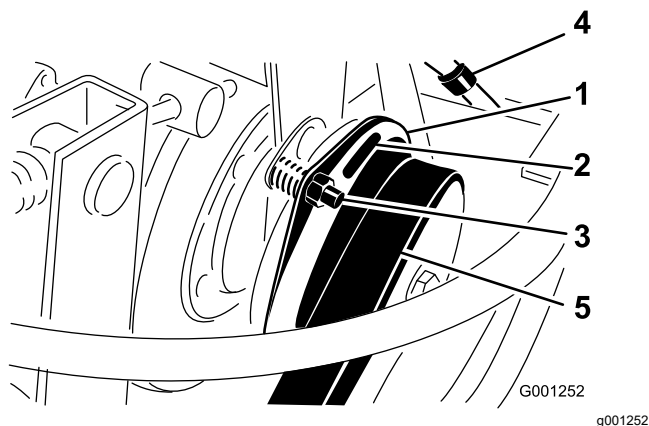

Figura 95
6. Reglai distana astfel încât un set de lere de 0,4 mm să alunece între garnitura de ambreiaj i placa de friciune cu o presiune uoară (Figura 95).
Notă: Putei reduce distana prin rotirea piuliei de reglare în sensul acelor de ceasornic (Figura 95). Distana maximă de funcționare este de 0,7 mm. Reglai toate cele 3 distane.